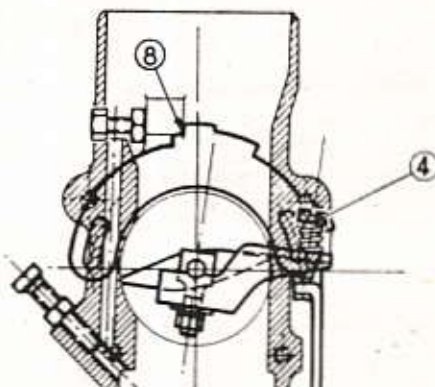

Fig. 84. — Réglage du papillon (cas d'emploi du secteur denté).
- Agir sur la vis (4) en appui sur la portée concentrique du levier de ralenti accéléré pour amener la partie AV du bossage en face du repère (8) d'ouverture mini sur le secteur de réglage (fig. 84).